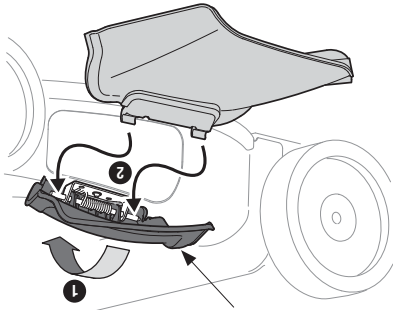

Figure 2-10
1. Relevez le bouchon de déchiquetage à charnière qui se trouve sur le côté du plateau de coupe. Voir la Figure 2-10.